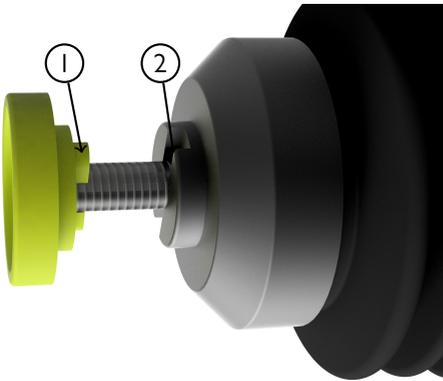

Figure 3 : Ausrichtung der Zähne der Kunststoffscheibe
Abb. 3 in die entsprechenden Aussparungen der Weberkupplung (2) greifen. Nun wird die Unterlegscheibe aufgesetzt und anschließend die Mutter wieder festgeschraubt (~2Nm). Die Adapterplatte sollte sich nun relativ leicht um die Gewindeachse der Weberkupplung drehen lassen. Falls die Weberkupplung noch viel Spiel in der Adapterplatte hat (> 1mm), haben sich die Zähne der Kunststoffplatte nicht richtig in die Aussparungen der Weberkupplung gefügt. In diesem Fall lösen Sie die Mutter etwas und drehen die Kunststoffscheibe so, dass die Zähne in die Aussparungen passen, siehe Abb. 3.